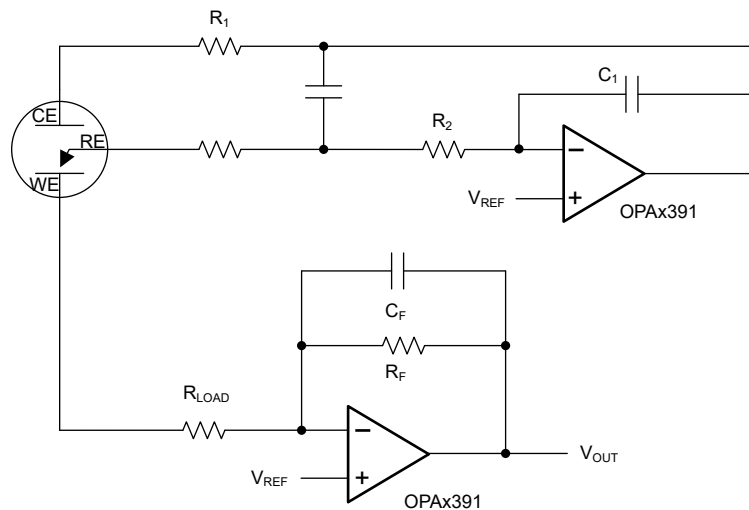

図 7-1. 3 端子 CO ガス センサ
図 7-1 に、3 端子のバイアスなし CO センサと組み合わせて使用する、シンプルなマイクロパワー ポテンショスタット回路を示します。この同じ設計は、他のさまざまな 3 端子ガス センサや電気化学セルにも応用できます。基本的なセンサには、センス電極または動作電極 (WE)、カウンタ電極 (CE)、リファレンス電極 (RE) の 3 つの電極があります。電流は CE と WE の間を流れ、検出された濃度に比例します。RE は内部基準点の電位を監視します。バイアスなしのセンサでは、CE のバイアスを調整して、WE と RE を同じ電位に維持する必要があります。U1 で形成されたポテンショスタット回路を介して、サーボ フィードバック アクションにより RE ピンが  $V_{REF}$  で設定された電位に維持されます。センサの静電容量が大きい場合、 $R_1$  は安定性を維持します。 $C_1$  と  $R_2$  はポテンショスタット インテグレータを形成し、フィードバック時間を一定に設定します。U2 はトランスインピーダンス アンプ (TIA) を形成し、検出されたセンサ電流を比例電圧に変換します。式 1 は、 $R_F$  を使用して、トランスインピーダンス ゲインとその感度を計算します。